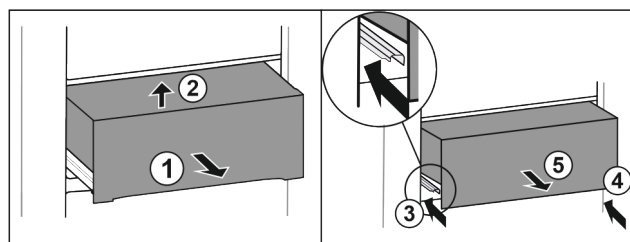

Fig. 24
- ▶ Вытяните выдвижной ящик наполовину Fig. 24 (1).
- ▶ Приподнимите спереди Fig. 24 (2).
- ▶ Вставьте левую направляющую Fig. 24 (3).
- ▶ Вставьте правую направляющую Fig. 24 (4).
- ▶ Извлеките выдвижной ящик движением вперед Fig. 24 (5).